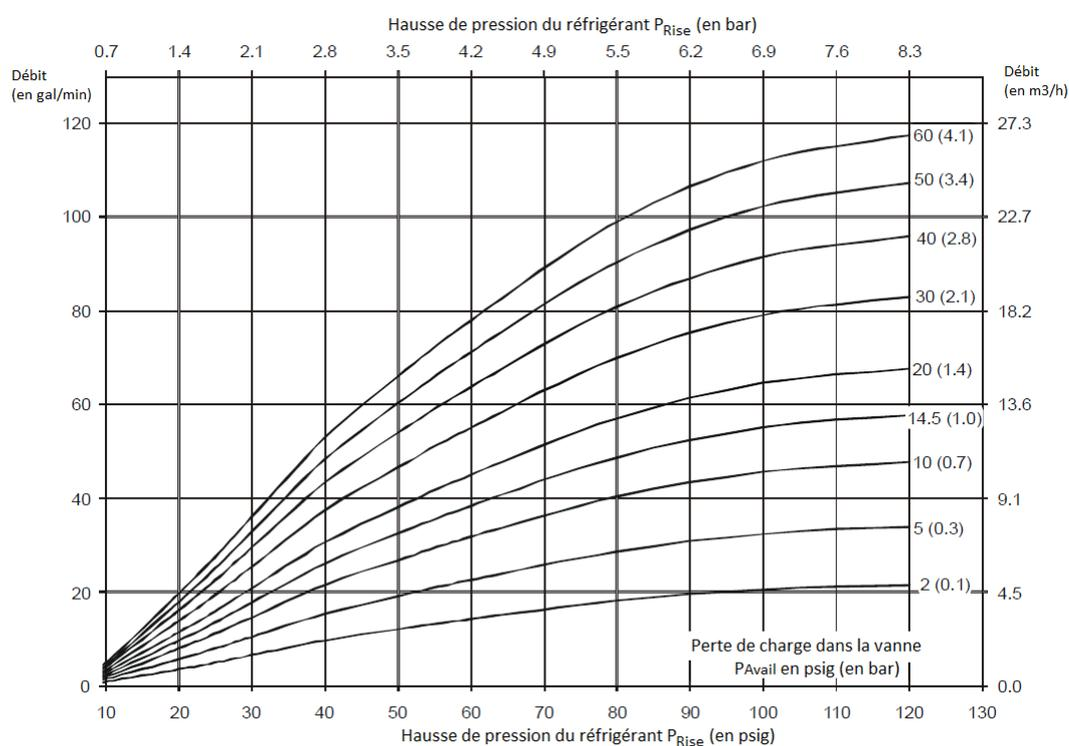

Figure 11 : Courbes de débit des vannes en 1”1/4 et 1”1/2
4. Pour un débit de $8,2 \text{ m}^3/\text{h}$, une hausse de pression du réfrigérant de 3,9 bars et une perte de charge de 1,4 bars, les seules vannes qui satisfont les trois critères sans être surdimensionnées sont les modèles en 1"1/4 taraudé ou 1"1/2 à brides (voir Figure 11).